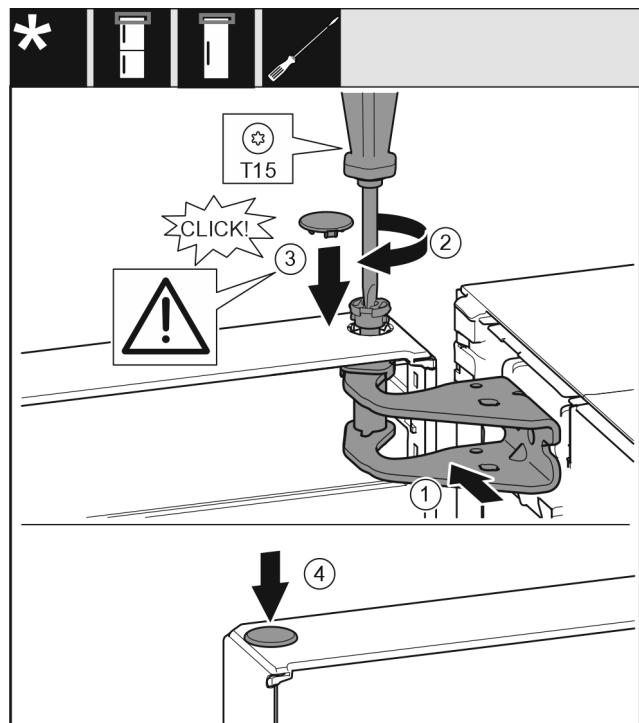

Fig. 19
- Dveře nahore vyrovnejte s otvorem ve stojanu ložiska. Fig. 19 (1)
- Vložte čep a pevně jej utáhněte šroubovákem T15. Fig. 19 (2)
- K zajištění dveří namontujte bezpečnostní kryt: Bezpečnostní kryt nasadte a zkонтrolujte, zda přiléhá na dveře. V opačném případě čep zcela zasuňte. Fig. 19 (3)
- Vložte zátku. Fig. 19 (4)